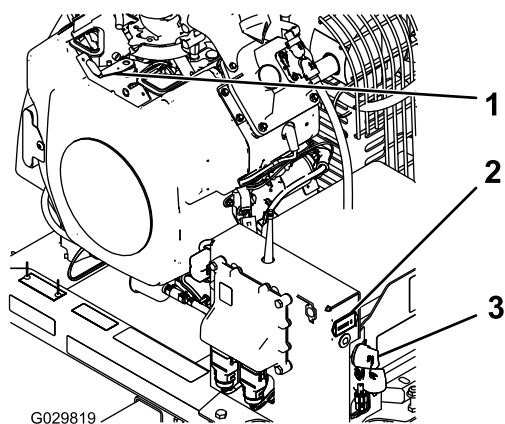

Figura 12
3. Gire la llave de contacto a la posición de ARRANQUE (Figura 12).
- Si va a abandonar la máquina, gire la llave a la posición de DESCONECTADO y retírela del motor (Figura 12).